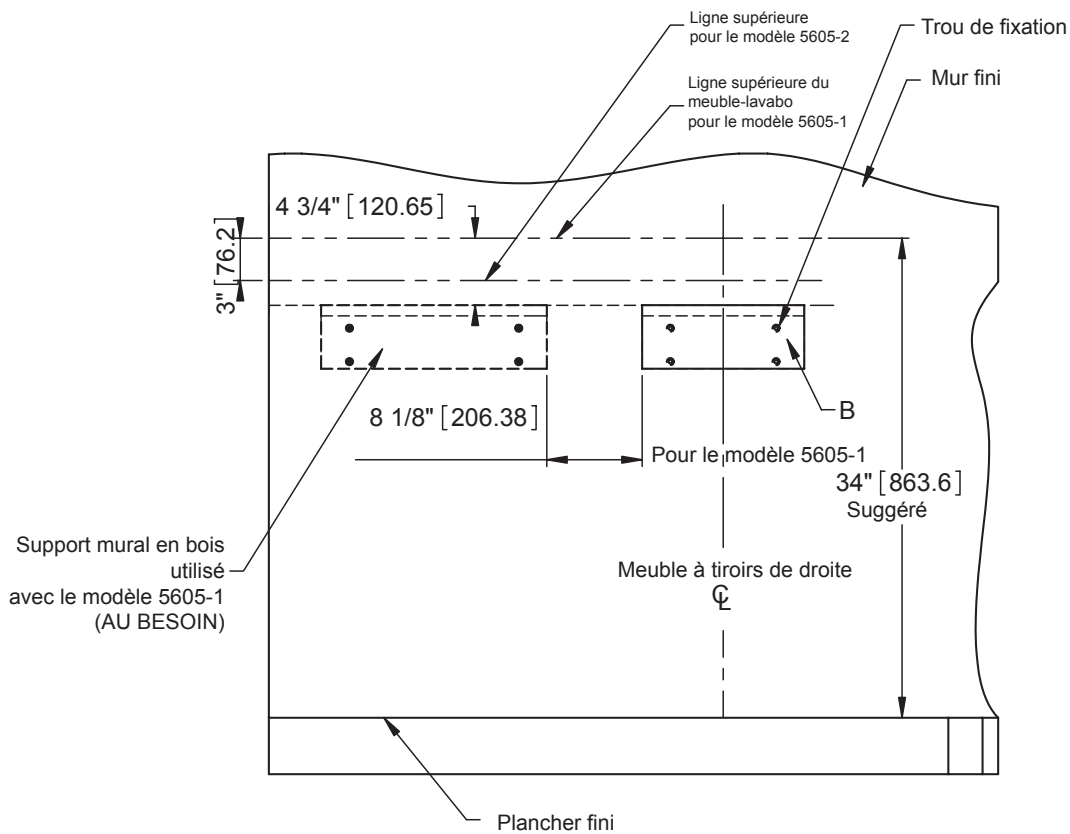

Figure 1
- Prenez les mesures à partir du plancher et utilisez un niveau afin de définir une ligne droite pour le **support mural en bois (B)**.
- Maintenez temporairement le **support mural en bois (B)** sur le mur, à l'endroit où il sera installé, puis marquez l'emplacement des trous pour les **ancrages (C)**.
- Reportez-vous à la **figure 1** pour connaître toutes les mesures d'installation.
- **SI VOUS UTILISEZ LE MODÈLE 5605-1, REPORTEZ-VOUS À LA FIGURE 1 POUR OBTENIR LES MESURES RELATIVES À L'INSTALLATION DU SUPPORT MURAL EN BOIS.**